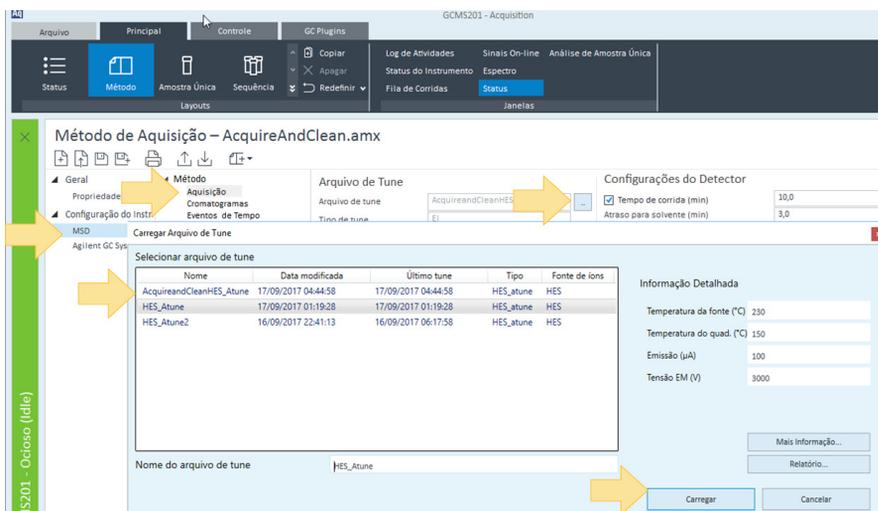

Figura 20 Selecionar um Arquivo de Tune para Carregar
- a Selecione **MSD > Método > Aquisição**, clique em **Carregar um Arquivo de Tune**  e selecione o arquivo de tune que você criou para esse processo. (**AcquireandCleanHES_Atune** para esse exemplo.) (Consulte Figura 20 e a Figura 21.)